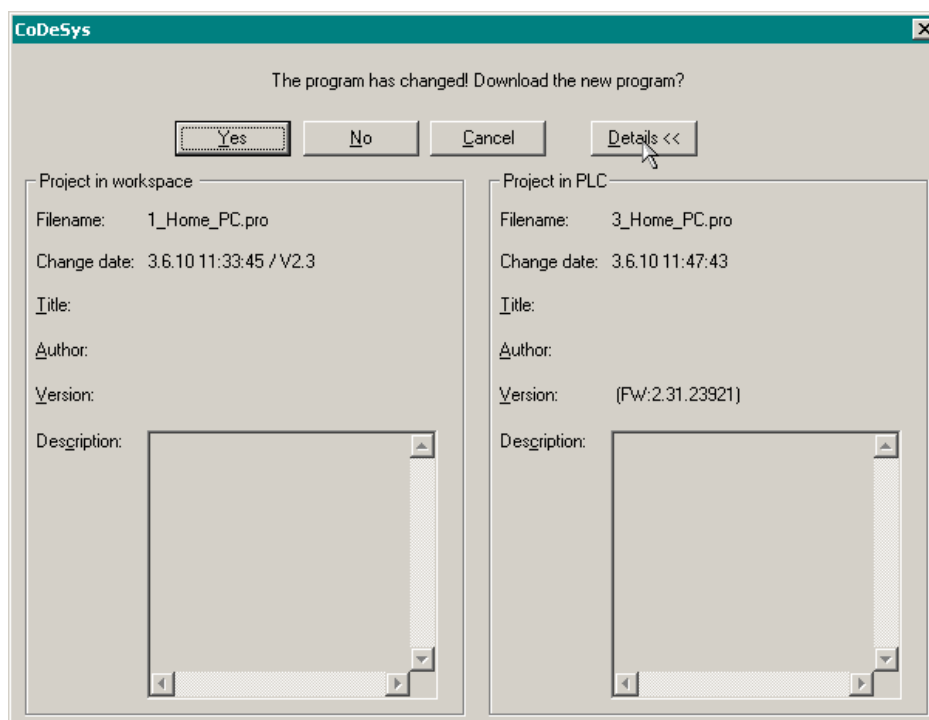

Рис. 8. Просмотр информации о версии системного ПО контроллера
3. Если после выполнения команды **Online-Login** на экране монитора появится диалоговая панель *The program has changed...*, нажмите в ней кнопку **Details**. Диалоговая панель CoDeSys примет вид, показанный на рис. 8.
4. Номер версии системного программного обеспечения, загруженного в контроллер, отображается в скобках после префикса *FW*: в поле **Project in PLC – Version**, как показано на рис. 8.